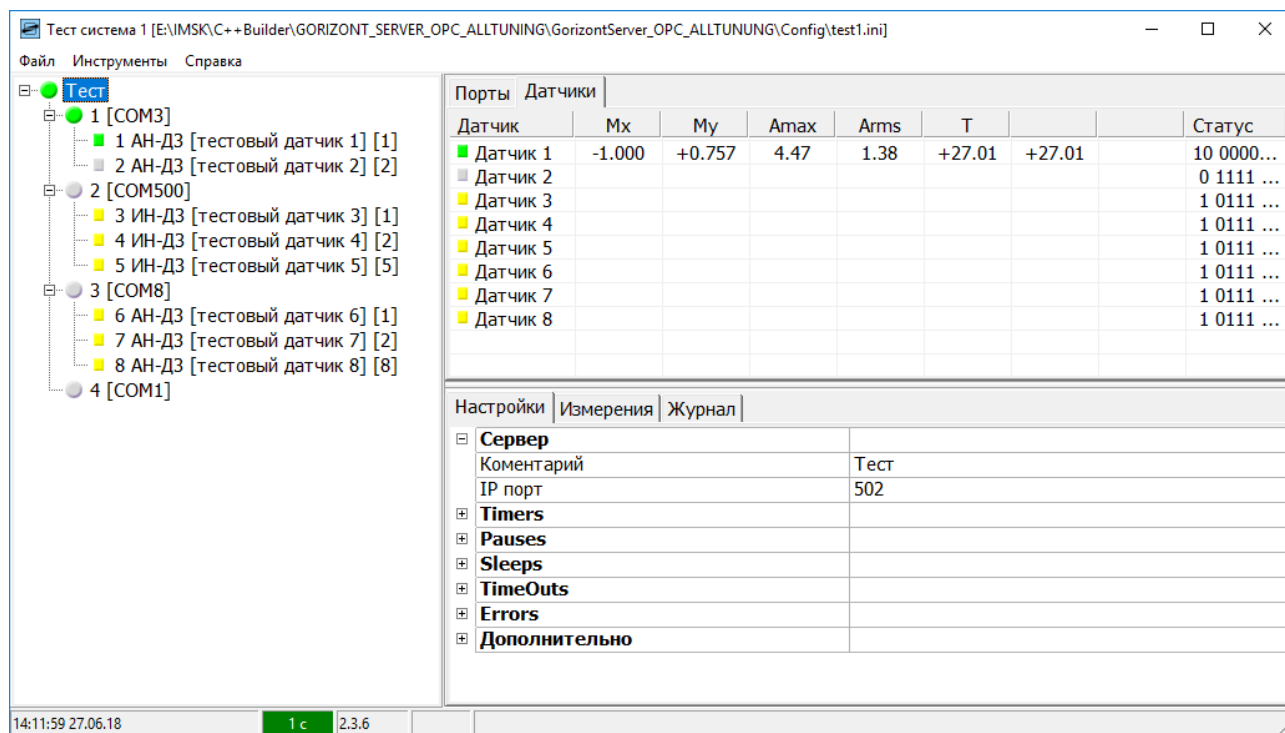

Рисунок 2.2
2.3 Вкладка <Датчики> панели показаний и состояний доступна, если на панели дерева выделен элемент <Сервер>, и отображает показания и состояния подключенных датчиков (рис. 2.2.). Таблица содержит следующие столбцы: